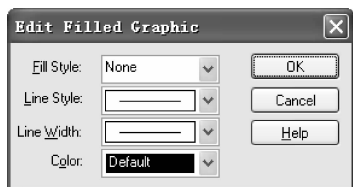
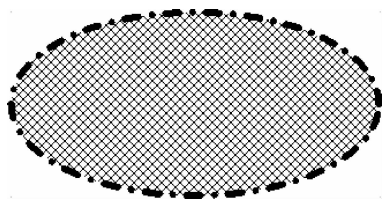

图 6-83 “Edit Filled Graphic (编辑图形)”对话框
图 6-84 椭圆设置结果
3. 绘制完成后，双击需要设置属性的椭圆，弹出“Edit Graphic（编辑图形）”对话框，如图 6-83 所示。此对话框用来设置椭圆的线宽、线型、填充样式、颜色，在图 6-84 中显示设置后的椭圆。